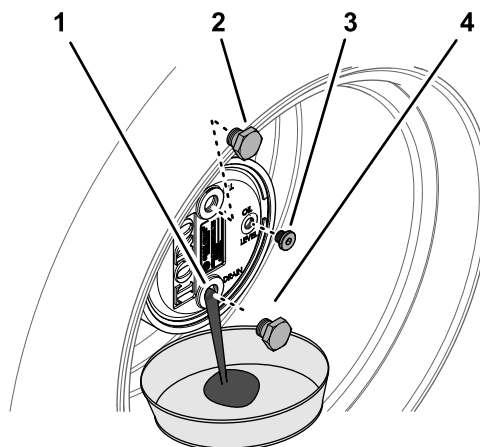

Figure 74
2. Enlevez le bouchon de remplissage de la position 12 heures et le bouchon de contrôle de la position 3 heures (Figure 74).
3. Placez un bac de vidange sous le moyeu du train planétaire, enlevez le bouchon de vidange à la position 6 heures et vidangez toute l'huile (Figure 74).
5. Insérez le bouchon de vidange dans l'orifice de vidange du carter de train planétaire (Figure 74).